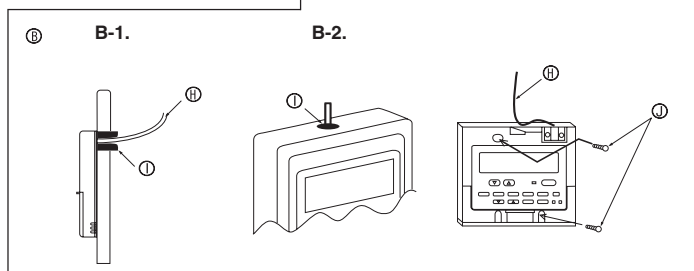

Fig. 6-3
(2) Замажьте сервисный вход в пульт дистанционного управления замазкой для предотвращения попадания капель росы, воды, а также тараканов или червей. (Fig. 6-3)
[Fig.6-3]